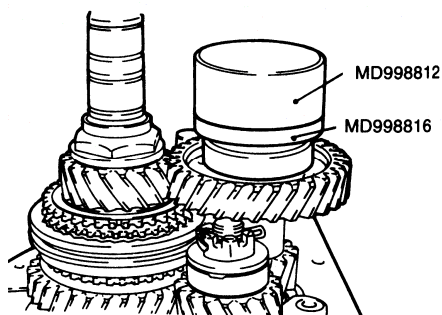

图 3-69 安装中间轴后轴承
(16) 如图 3-69 所示，用专用工具安装中间轴后轴承。